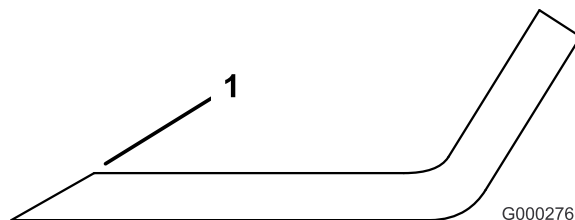

Bild 87
3. Prüfen Sie die Schnittkanten aller Messer und schärfen die Kanten, wenn sie stumpf sind oder Kerben haben (Bild 87).
Hinweis: Schärfen Sie nur die Oberseite der Schnittkante und behalten Sie den ursprünglichen Schnittwinkel bei, um die Schärfe des Messers zu gewährleisten (Bild 87). Das Schnittmesser behält seine Auswuchtung bei, wenn von beiden Schnittkanten die gleiche Materialmenge entfernt wird.